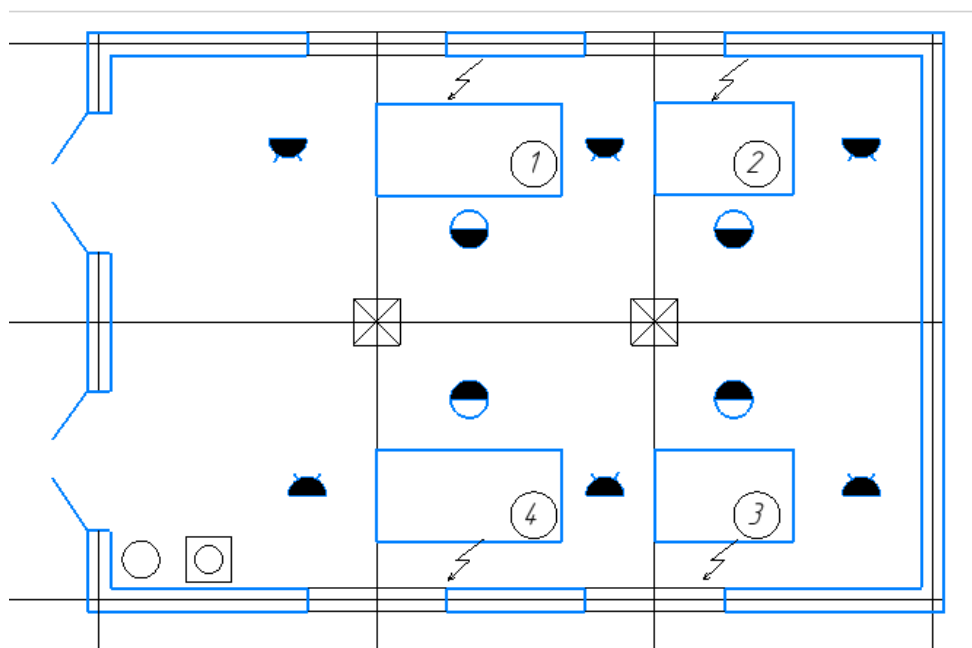

Рисунок 82.
21. Выполнить нумерацию оборудования. Инструментальная панель **Геометрия – Окружность - Диаметр – 1000**. Инструментальная панель **Обозначения - Т Надпись – Высота – 5** (рисунок 82).